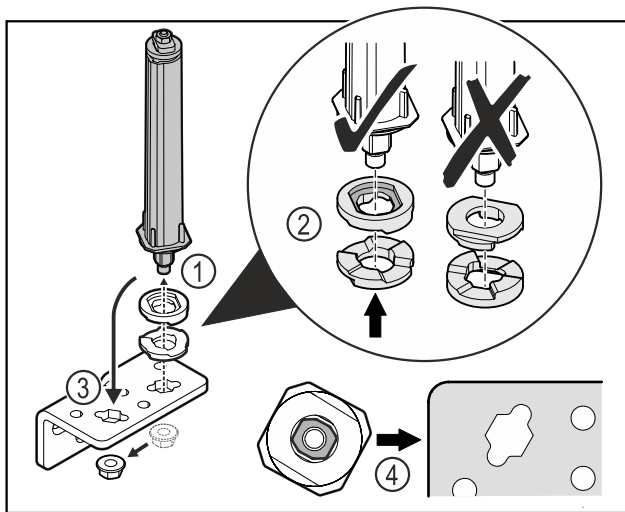

Fig. 46
- ▶ Dévisser l'écrou et retirer le système de fermeture de porte Fig. 46 (1).
- ▶ Veiller à ce que les rondelles de réglage de la hauteur soient correctement orientées Fig. 46 (2).
- ▶ Mettre le système de fermeture de la porte dans l'autre trou de l'équerre de charnière et le fixer avec l'écrou Fig. 46 (3).
- ▶ Lors de la mise en place, veiller à bien orienter le système de fermeture de porte Fig. 46 (4).